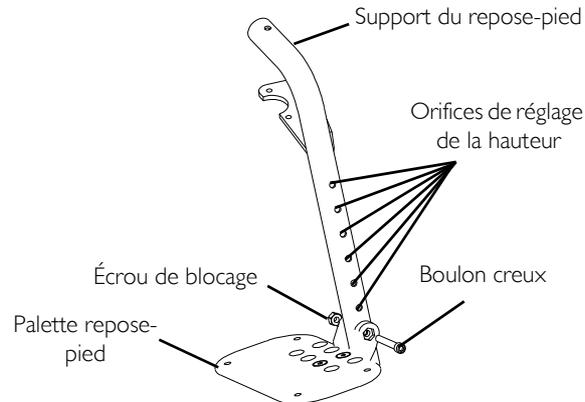

FIGURE 2 Réglage de la hauteur des repose-pieds - MFX 70°, 90°, ÉLÉVATION 70° et ÉLÉVATION 90°.
2. Positionnez les dispositifs de fixation sur le support de repose-pied tel qu'il est illustré en FIGURE 2.